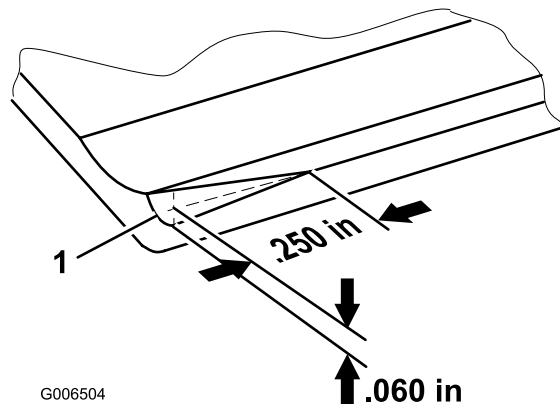

図 22
**注** 出荷時に面取りを施していますが（図 22）、この面取りはベッドナイフの寿命の中ほど（40%）でなくなりますので、再度の面取りが必要になります。